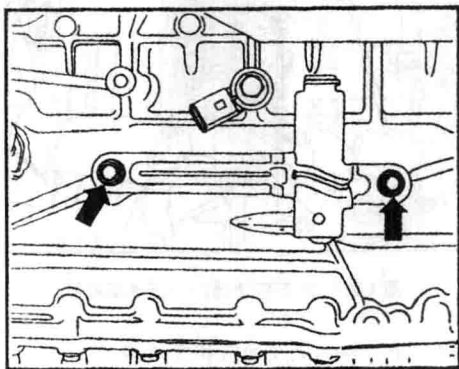

图 1-17 拆卸支架
29) 如图 1-17 所示，将冷却液循环泵 V50 的支架从曲轴箱上拧下。拧紧力矩为 $20\text{N} \cdot \text{m}$ 。